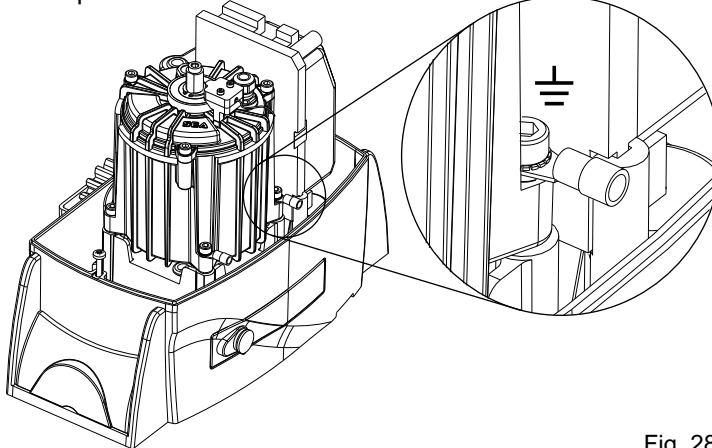
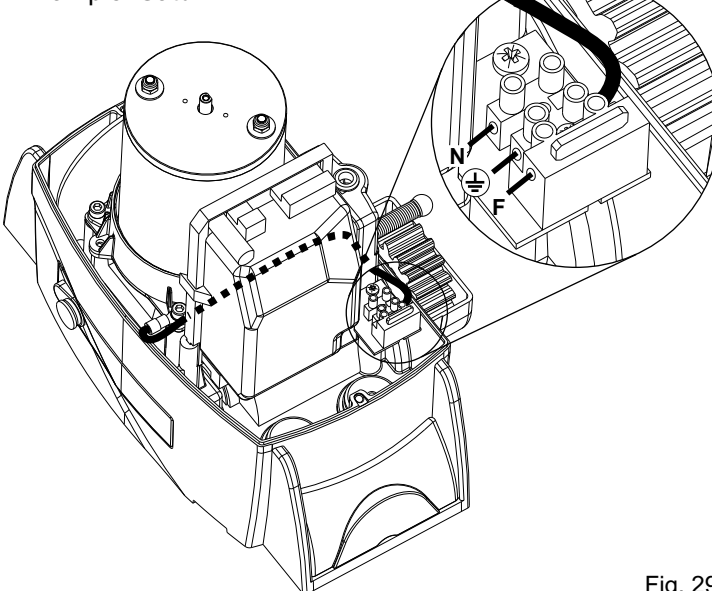

Fig. 28
Fig. 29
9. GROUNDING (Fig. 28 - Fig.29)